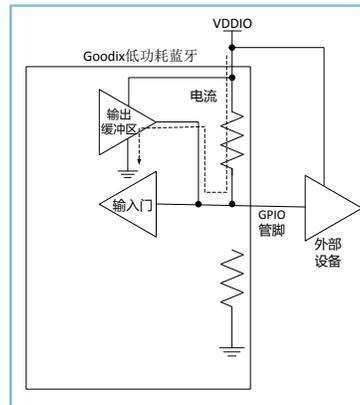

图 4-5 GPIO设为输出且输出低电平的电流图
- (2) GPIO管脚设为输出且处于低电平时，使能上拉电阻，泄露的电流会流经此上拉电阻和低电平输出缓冲区，最终到达地线，如图4-5所示。